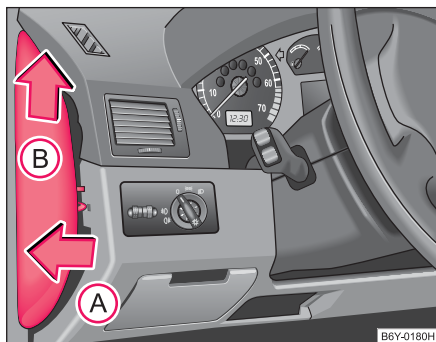

Abb. 151 Linke Seite der Schalttafel: Sicherungsdeckel
- Setzen Sie den Schraubendreher unter dem Sicherungsdeckel (am Ausschnitt in dem Sicherungsdeckel) an, hebeln Sie ihn vorsichtig in Pfeilrichtung (A) ab und nehmen ihn entgegen der Pfeilrichtung (B) heraus ⇒ Abb. 151.
- Schieben Sie den Sicherungsdeckel zuerst in die Schalttafel in Pfeilrichtung (B) und drücken dann den Sicherungsdeckel so entgegen der Pfeilrichtung (A), dass die Führungsnasen in den Öffnungen der Schalttafel einrasten.